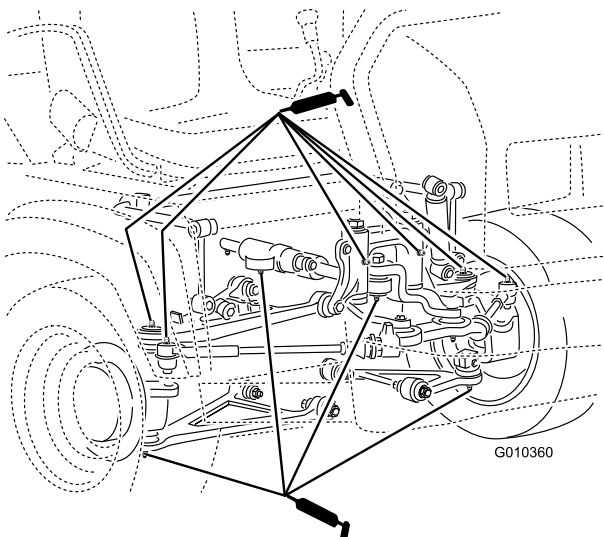

Figura 39
- Giunti a sfera (4), tiranti (2), punti di montaggio di perni (2) e cilindro di sterzata (2) (Figura 39)